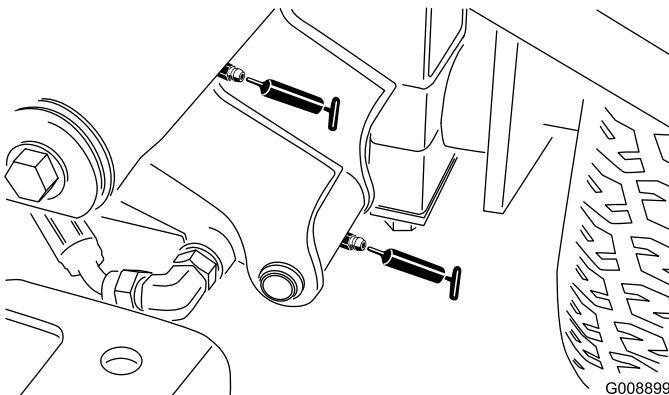

Figura 49
- Pivote y cilindro de elevación del brazo de elevación delantero izquierdo (2) (Figura 49)